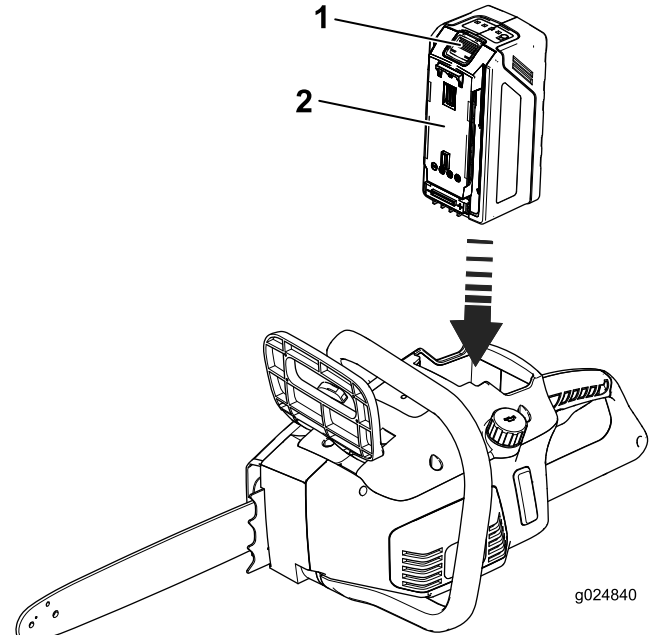

Figura 5
2. Alinee la lengüeta de la batería con el hueco correspondiente de la motosierra (Figura 5).